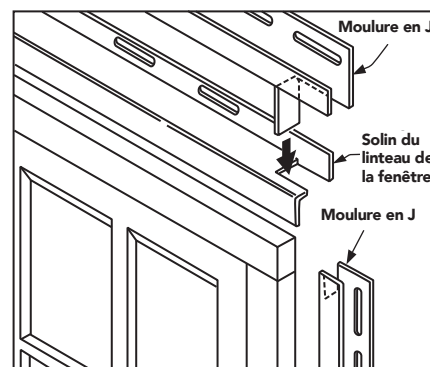

Figure 31
- Poser un solin rigide de linteau (p. ex., une moulure d'égouttement) sur le profilé supérieur du cadre de fenêtre extérieur posé à l'étape précédente. Il faut que les extrémités du solin rigide atteignent les bords externes des jambages des moulures en J latérales. Entailler les extrémités du solin rigide, puis replier les rabats sur les côtés du cadre de fenêtre extérieur. Le calfeutrage du solin rigide est obligatoire (scellant sur le revêtement mural intermédiaire et en haut du cadre de fenêtre extérieur). Voir la Figure 31.
- Couper à 45° le bout libre des moulures latérales en haut, puis replier l'onglet (solins des montants, Figure 31); une coupe en onglet similaire pourra être réalisée en bas de la moulure, selon la condition de l'appui. Les moulures en J doivent épouser le contour de la fenêtre.